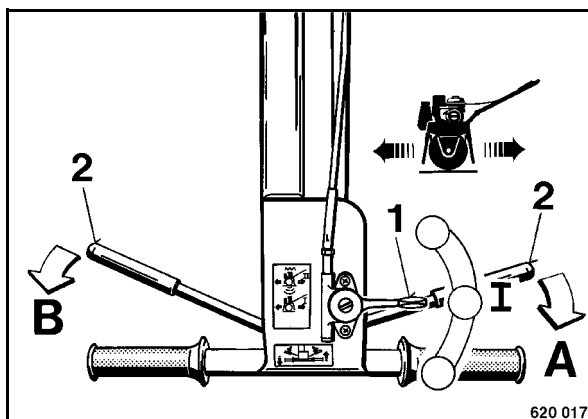

рис. 14
- Рычаг управления частотой вращения 1 (рис. 14) в положении "I" (фиксированное положение установки езды).
- С помощью рычага направления движения (2) выбрать требуемое направление движения. Положение "А" – движение вперед (плавно); положение "В" – движение назад (плавно)